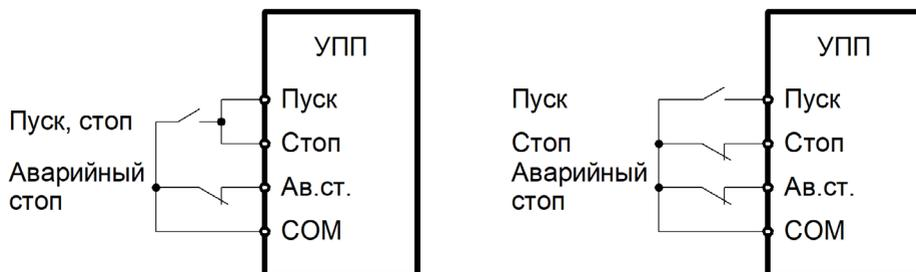

Рис.3.5 – Двух- и трехпроводное подключение
Пуск Стоп Ав.стоп	Непрограммируемые цифровые входы пуска, стопа и аварийного останова. Пользуйтесь схемами двухпроводного или трехпроводного управления (рис.3.5) Ав.стоп должен быть соединен с контактом Com, в противном случае на дисплее появится сообщение об ошибке.
3. Соединить клеммы управления согласно двухпроводной или трехпроводной схеме управления (см. п. 3.3, рис.3.5).